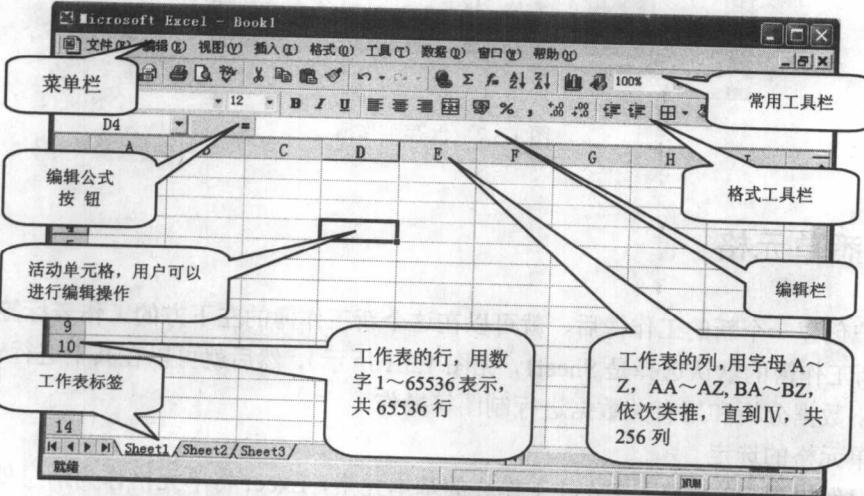

图 1.3.1 Excel 2000 中文版的空白工作簿
如果采用上述的第①、②种方式启动 Excel 中文版（即未打开任何文件），则系统自动建立一个名为 Book1 的空白工作簿，如图 1.3.1 所示。在每个工作簿中都可以包含多个工作表，可以在这些工作表中输入数据，进行数据计算和数据分析或作图等操作。
工作表中的网格称为单元格。Excel 将单元格作为信息处理的最小单位，可以在其中输入文字、数字和公式等信息。单元格是 Excel 工作表的基本元素，由其在工作表中所在的行号和列号进行标识，例如图 1.3.1 中所示的单元格在“4”行“D”列，标识为“D4”，其他单元格的标识依此类推。
当用户创建一个新的工作簿后，就可以在这个新工作簿的左下方的工作表标签中选一个工作表（新工作簿的默认选择是 Sheet1，见图 1.3.1 所示），然后就可以在其中进行输入数据、数据计算、数据分析和用有关数据进行制图等操作。